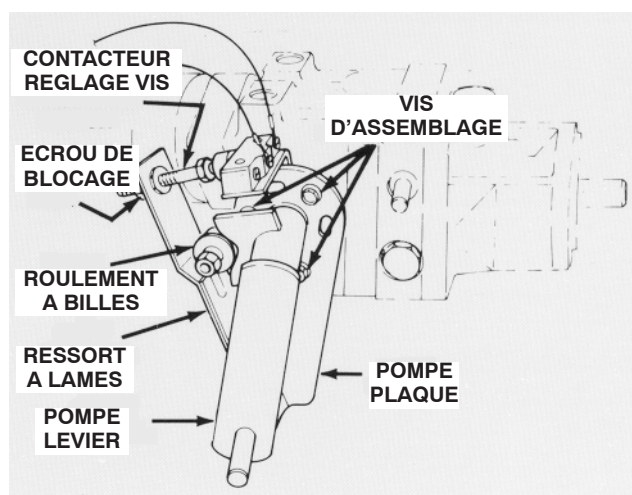

Figure 60
1. Placez la machine sur une surface plane et horizontale, et arrêtez le moteur. Serrez le frein de stationnement, basculez le siège en avant et actionnez le levier de la pompe (Fig. 60) pour vérifier si l'ensemble est correctement positionné et fonctionne librement. Corrigez les défauts éventuels.
6. Parce que la roue tourne, il faut régler la plaque de la pompe. Commencez par mettre la manette d'accélérateur en position bas régime. Si la roue tourne vers l'avant, desserrez les vis et tapez légèrement le bas de la plaque de la pompe dans le sens anti-horaire (Fig. 60). Tapez la plaque dans le sens horaire si la roue tourne en arrière (Fig. 60). Lorsque la roue s'arrête de tourner, serrez les vis de fixation de la plaque de la pompe contre le côté de la transmission. Vérifiez le réglage avec la commande d'accélérateur en position bas régime, puis haut régime.
- Fixation ou usure du roulement à billes (Fig. 60).
- Ressorts à lames affaiblis ou endommagés (Fig. 60). Remplacez.
2. Actionnez le levier de la pompe (Fig. 60) pour vérifier que toutes les pièces fonctionnent librement et sont bien positionnées.
3. Desserrez l'écrou de blocage. Tournez la vis de réglage du contacteur (Fig. 60) jusqu'à ce que la tête de la vis et le bouton du contacteur s'écartent l'un de l'autre.